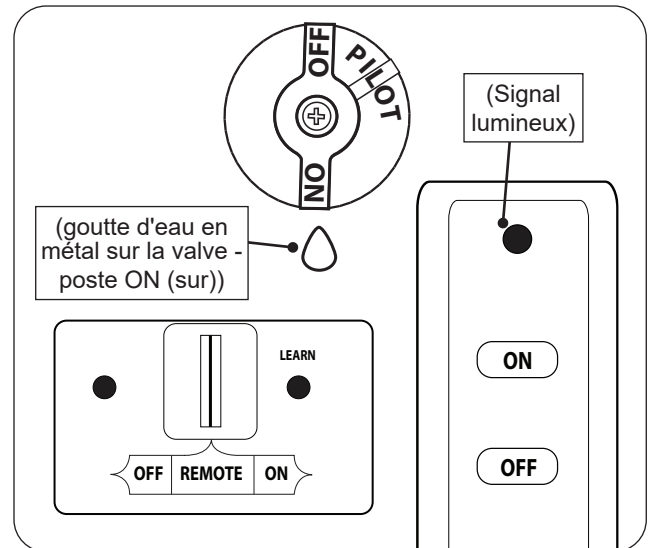

Fig. 57-1 Remote lighting
1. Assurez-vous que la veilleuse brûle. Tournez le bouton de commande dans le sens antihoraire sur **ON** (sur) (voir Fig. 57-1).
2. Localisez l'interrupteur à 3 positions sur le récepteur à distance et faites glisser l'interrupteur sur **REMOTE** (télécommande) (voir Fig. 57-1).
3. Localisez la télécommande et appuyez sur le bouton **ON** (sur) (voir Fig. 57-1). La séquence d'allumage commencera.